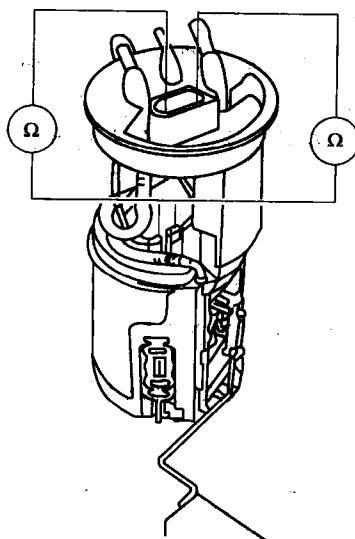

图 4-4 法兰与燃油泵之间的导线的检测
⑥如果达到规定值，但听不见泵的运转声，拆下燃油泵，检查法兰与燃油泵之间的导线是否接好及其是否断路，参见图4-4。